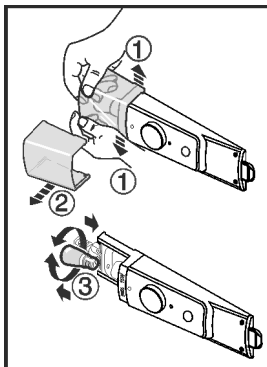

Fig. 10
- Staccare la copertura della lampadina dalla parte interna anteriore, Fig. 10 (1) come in figura, e metterla da parte Fig. 10 (2).
- Sostituire la lampadina. Fig. 10 (3)